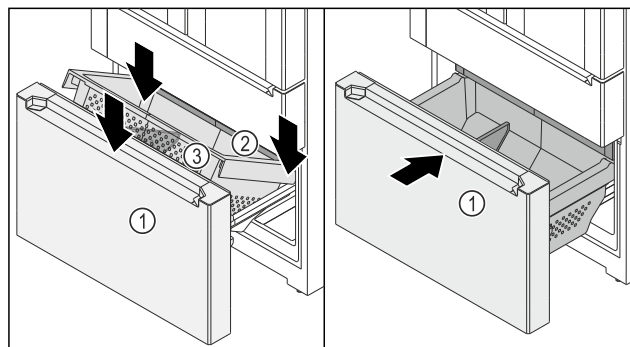

Fig. 145
- ☐ Висувний візок Fig. 145 (1) витягнуто.
- ☐ Висувний ящик Fig. 145 (2) всунуто.
- Установіть контейнер Fig. 145 (3) ззаду на рейки праворуч і ліворуч.
- Опустіть контейнер Fig. 145 (3) спереду так, щоб контейнер Fig. 145 (3) охоплював рейки праворуч і ліворуч.
- Всуňte висувний візок Fig. 145 (1).